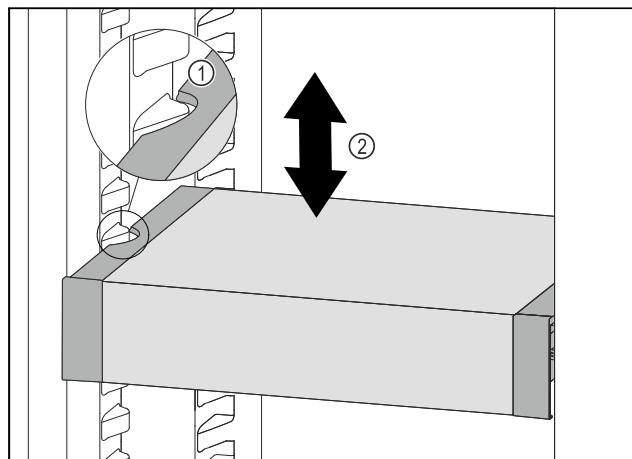

Fig. 202
- VarioSafe vucite prema naprijed sve dok se bočni otvori VarioSafe ladice ne nađu na visini žlijeba spremnika u hladnjaku. Fig. 202 (1)
- Pomičite ladicu VarioSafe u hladnjaku prema gore ili dolje sve dok ne dosegnete željenu visinu. Fig. 202 (2)